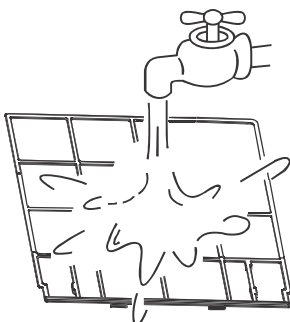

Fig. 6-3
- Nel caso dell'acqua, rivolgere il lato di aspirazione dell'aria verso il basso. (Vedere fig. 6-3.)